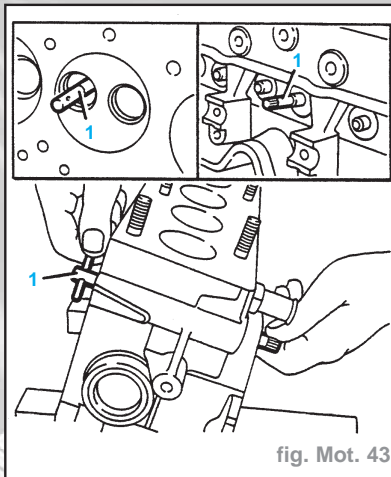

fig. Mot. 43
- Introduire le guide de pilote (1) assemblé dans le guide de soupape, par le côté chambre de combustion de la culasse, jusqu'à ce que l'épaulement touche le guide de soupape et que l'ensemble de la douille se trouve dans le guide de soupape. Pour dilater la douille dans le guide, faire pivoter la tige de manoeuvre en sens horaire tout en maintenant l'écrou moleté (Fig. Mot. 43).